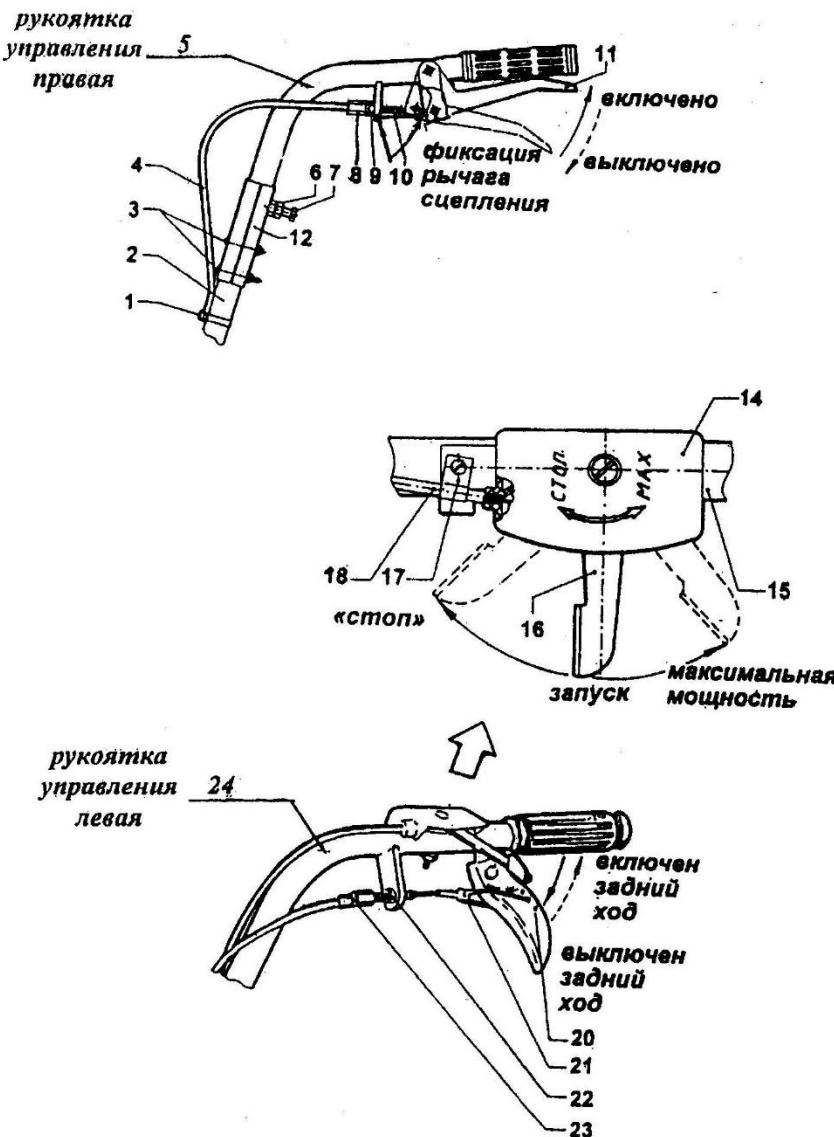

Рис. 4. Органы управления МК
Установить хомут 12 на рукоятках 2 (рис. 4), закрепив его с помощью винтов, гаек и шайб 3.
Наконечник троса сцепления 19 соединить с кронштейном натяжного ролика 17 (рис.9) с помощью пружины 18. Троса управления сцеплением, задним ходом и карбюратором закрепить на рукоятках 2 с помощью хомутов 1 (рис. 4), прикладываемых в упаковку инструмента.
При длительной работе с МК установить рычаг сцепления в положение «Включено», поднять фиксатор 10 и рычаг будет зафиксирован (рис. 4.). Это позволит не удерживать рычаг во время работы. Для того, чтобы перевести рычаг в положение «Выключено», прижать рычаг до упора вверх и отпустить его.
7.8. Переключение с переднего хода на задний и обратно производить только при работающем двигателе с помощью рычага 20 (рис. 4) при выключенном рычаге сцепления 11, т. е. при отсутствии вращения выходного (рабочего) вала МК.
Для изменения расстояния между рукоятками 5, 24 (рис. 4) ослабить болты 7 и контрящие гайки 6 на хомутике 12, установить рукоятки в нужное положение, закрепить болты и гайки. Для изменения высоты рукояток ослабить гайки болтов 21, 24 (рис 9) крепления нижних концов рукояток 20 на редукторе, установить рукоятки на нужную высоту и закрепить их.